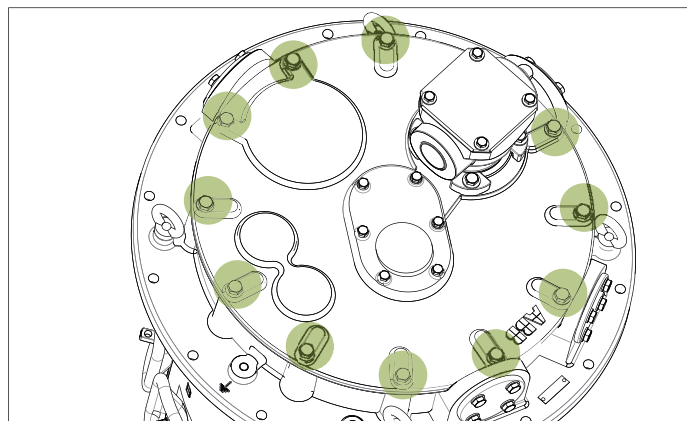

Рис. 66. Болты на верхней крышке
2. Повторно затяните гайки наверху крышки. Момент затяжки  $84 \pm 10\%$ . См. рис. 66.
2. Снимите болты и шайбы с верхней крышки. См. рис. 66.
6. Установите на место болты М12 и шайбы на верхнюю крышку. См. рис. 66.